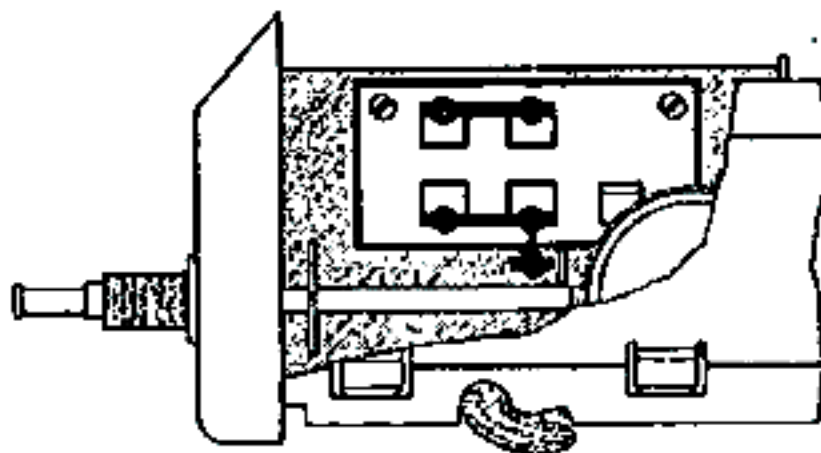
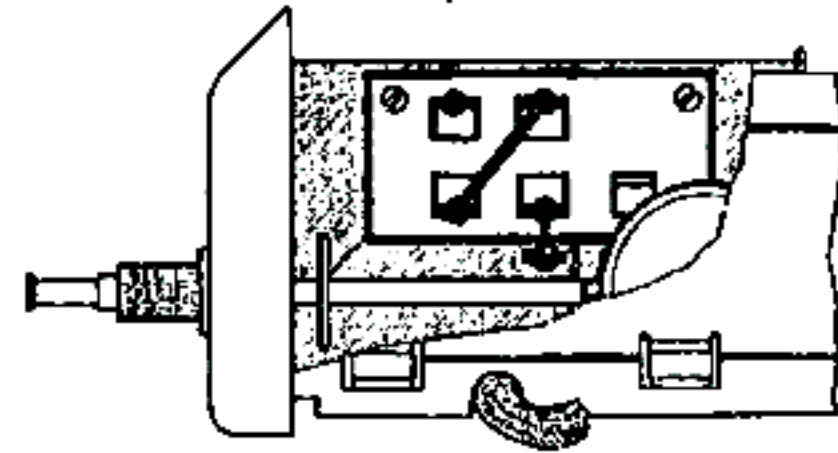

Abb. 8 Heizkreis auf 6 V geschaltet
Abb. 9 Heizkreis auf 12 V geschaltet
1. Empfänger umschalten nach Abb. 8 bzw. Abb. 9.